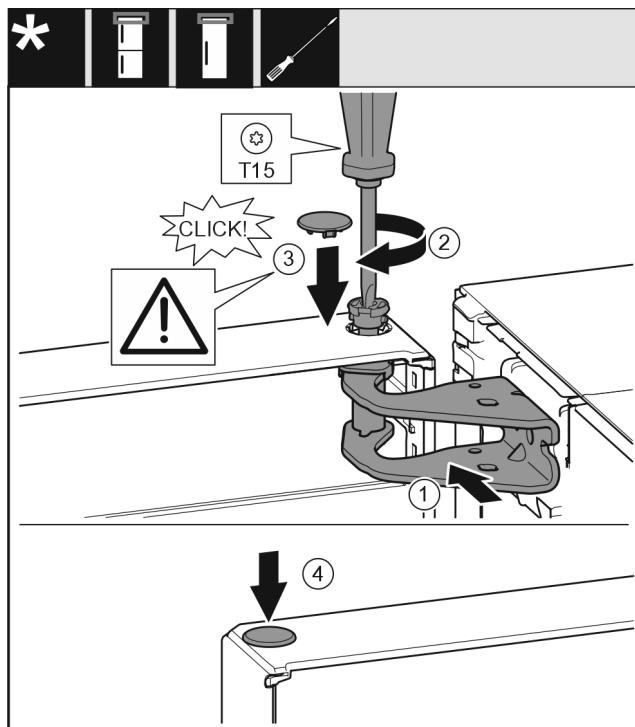

Fig. 18
- Rett ut døren øverst mot åpningen i lagerbukken. Fig. 18 (1)
- Sett inn bolten, og skru den fast med skrutrekker T15. Fig. 18 (2)
- Montere sikringsdekselet for å sikre døren: Sett inn sikringsdekselet, og kontroller at det ligger på døren. Ellers settes bolten helt inn. Fig. 18 (3)
- Sett inn propen. Fig. 18 (4)